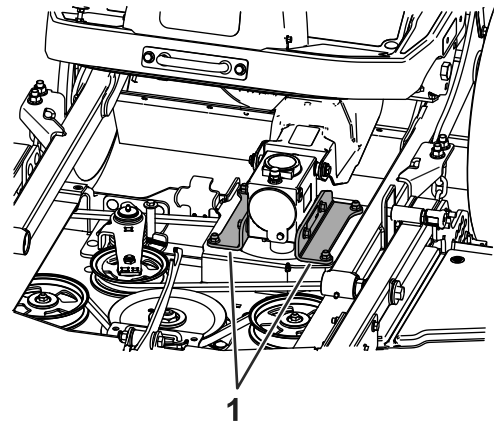

Bild 2
4. Entfernen der vorhandenen Getriebehalterungen (Bild 2).